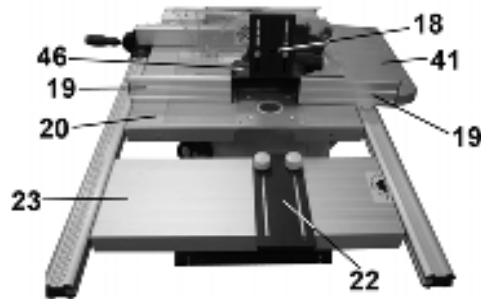

Рис. 16
8.5.3. На удлинителе стола (23) установите и закрепите прижимную планку (22), Рис. 16.